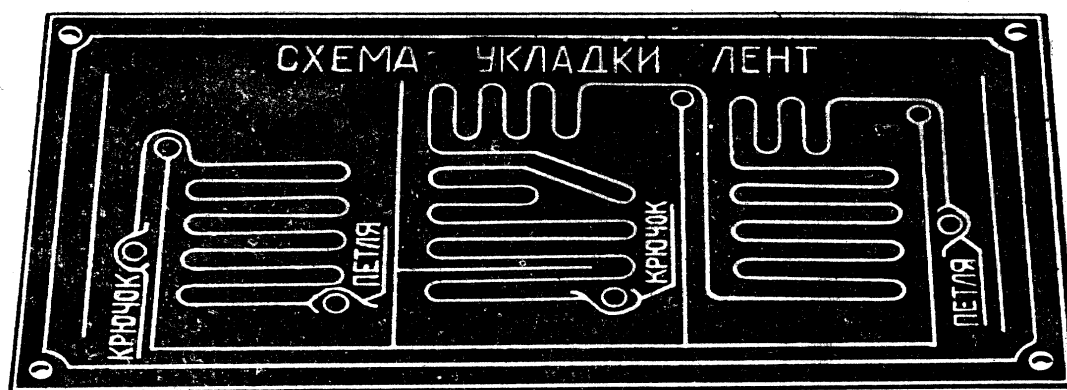

Рис. 21. Схема укладання стрічок у магазини до гармати 2А42, яка нанесена на каркасі для магазинів ПКТ
- приймає від командира кінець стрічки з ОФЗ та ОТ снарядами та вкладає її гачком ланки вперед у дальній відсік магазину відповідно до схеми (рис. 21);
- приймає від командира кінець стрічки з БТ снарядами та вкладає її петлею ланки вперед в правий відсік магазину відповідно до схеми (рис. 21);